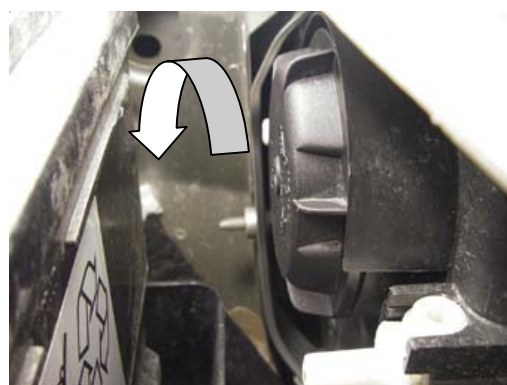

Fig. 4
- Tourner le capuchon de protection dans le sens inverse des aiguilles d'une montre jusqu'en butée et le déposer (voir fig. 4).